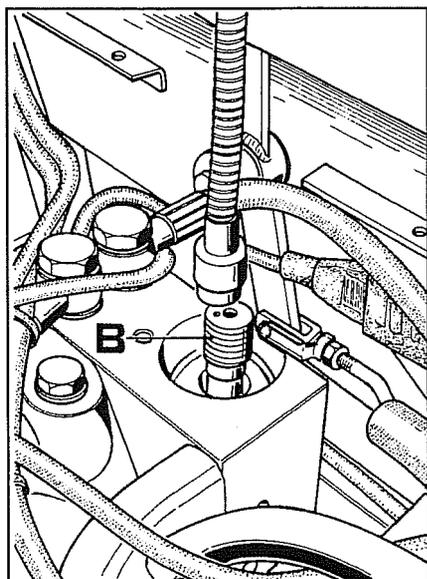

Fig. 14
3. Sortir le piston **B** (fig.14) de l'électrovanne avec un aimant, puis le laver et le souffler avec de l'air.